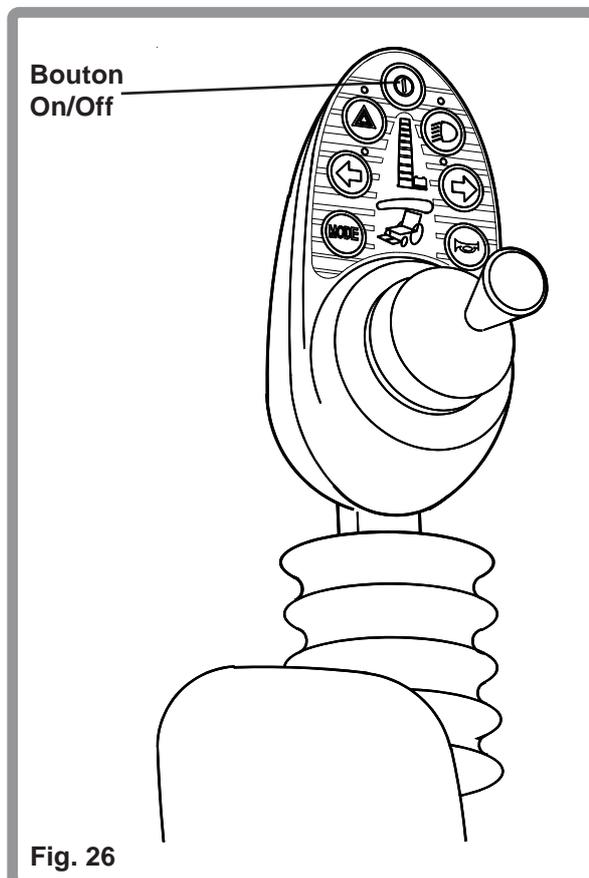

Fig. 26
Si vous activez le coupe-circuit, le fauteuil ne sera pas opérationnel. Seuls les feux de détresse fonctionneront. Cette fonction coupe-circuit peut s'avérer être très utile si vous souhaitez laisser votre fauteuil roulant sans surveillance (Fig. 26).
1. Allumez le fauteuil avec le bouton On/Off (Fig. 26).